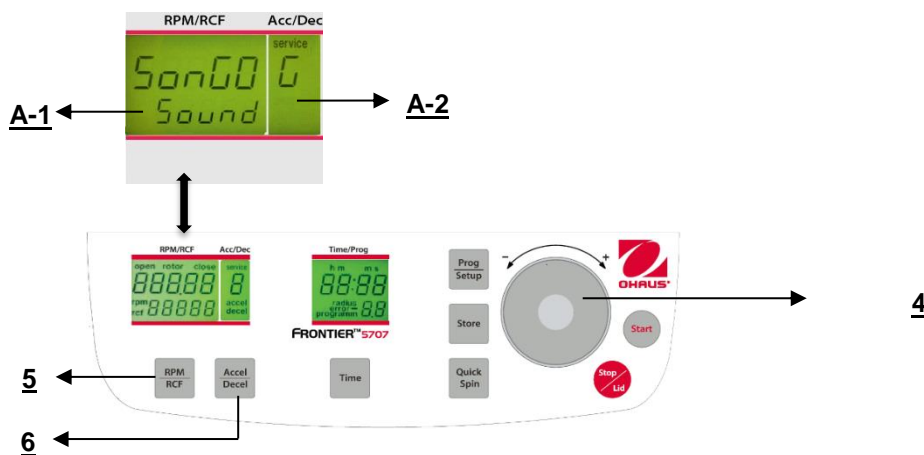

Figura. 31
Procedere come descritto al punto 4.1.2 per inserire questa modalità programma e poi premere il tasto "Accel/Decel" (6). Sul display "Acc/Dec" (A-2) lampeggia la parola "Service". Selezionare adesso la lettera "G" con la quadrante di regolazione (4). Di conseguenza, sul display "RPM/RCF" (A-1), appare la parola "VSonGo/Sound". Dopo aver premuto il tasto "RPM/RCF" (5), è possibile selezionare una suoneria con la quadrante di regolazione(4). (Vedere figura 31)